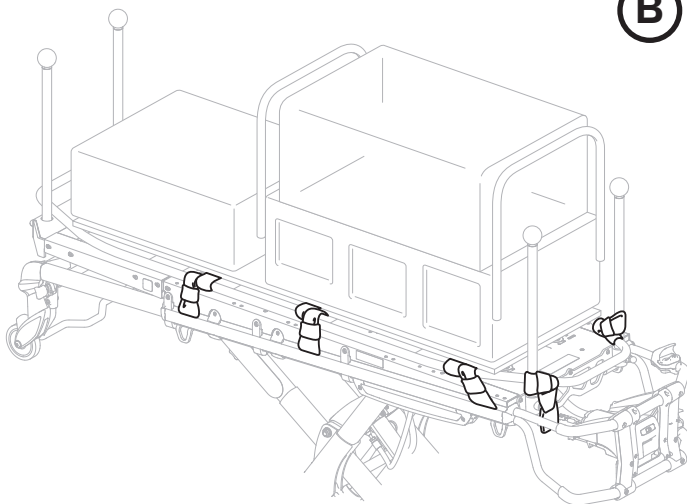

Figura 44
3. Confirme que el trineo aéreo esté perfectamente fijado a la camilla, tal como se muestra en la figura 44.